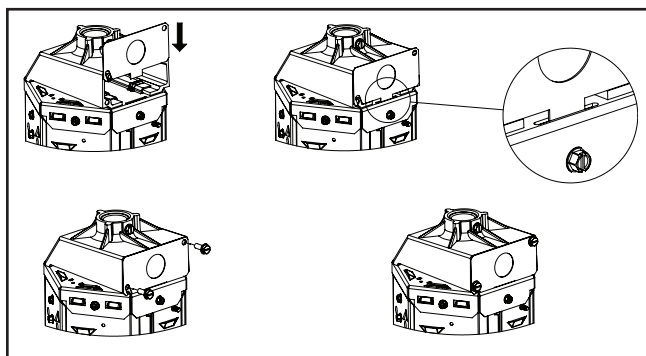

Figure 7.
7. Vissez les (2) vis à tête hexagonale n° 10 du TCB avec la plaque fournie à un couple de 1,69 Nm (10 lb-po). Veillez à insérer la plaque dans la fente du boîtier supérieur. (Figure 7.)